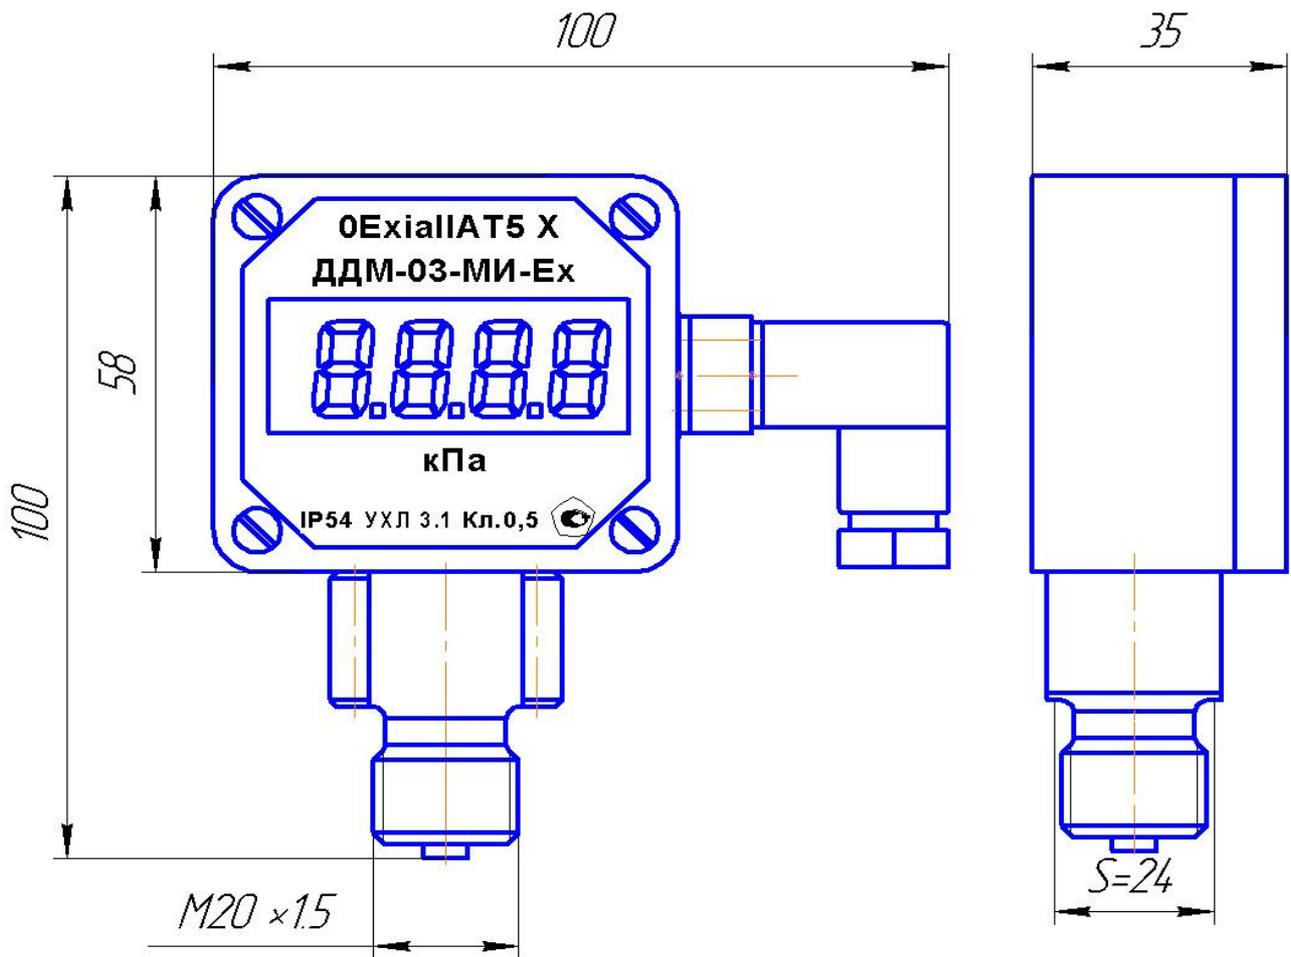

Рис.2 Габаритные и присоединительные размеры датчика ДДМ-03-ДИ(ДВ,ДИВ,ДА)-МИ; ДДМ-03-ДИ(ДВ,ДИВ,ДА)-МИ-Ех.
1.2.14. Габаритные размеры приведены на рис.2, рис 3, рис 4.
##### 1.4.2. Общий вид датчика показан на рис.2, рис 3, рис 4.